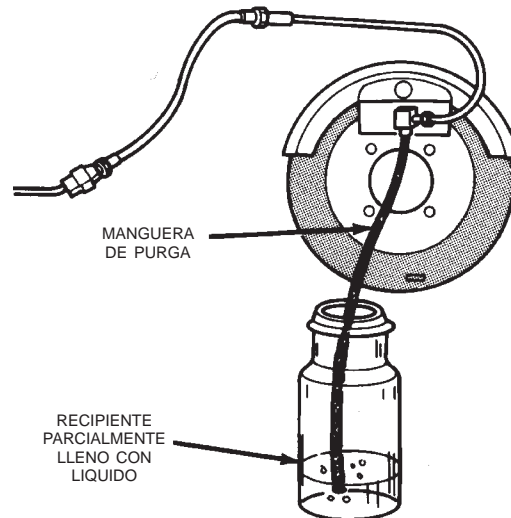

Fig. 12 Instalación de la manguera de purga
(3) Fije un extremo de la manguera de purga al tornillo de purga e inserte el extremo opuesto en un recipiente de vidrio parcialmente lleno con líquido de frenos (Fig. 12). Asegúrese de que el extremo de la manguera de purga esté sumergido en líquido.